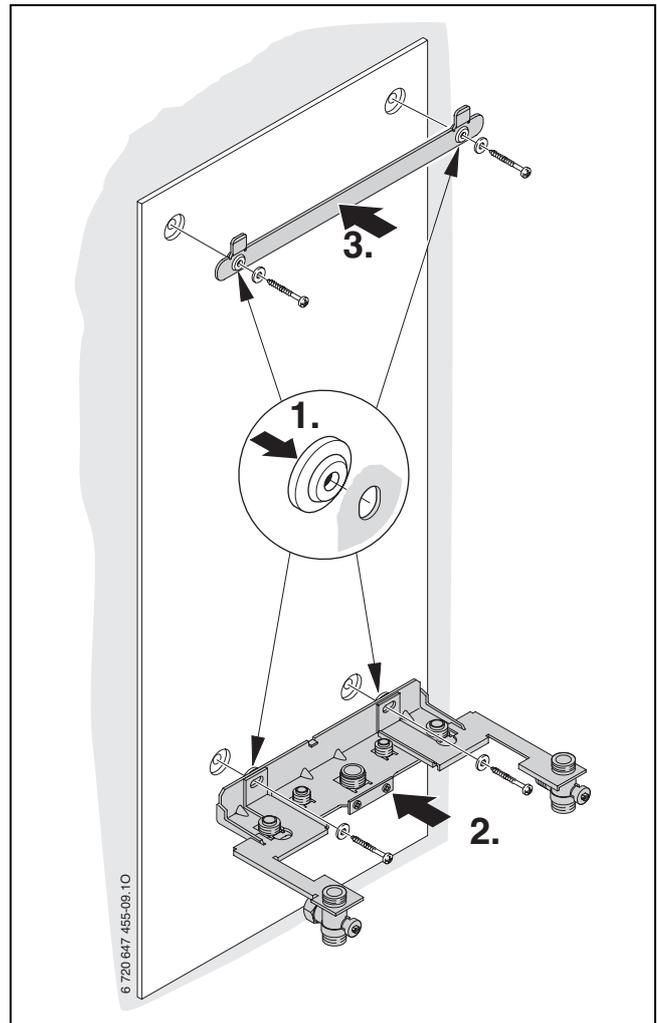

Fig. 10
- Inserire i giunti antivibranti premendoli nei fori di montaggio a parete della piastra di allacciamento e montaggio e della guida di fissaggio (→ fig. 10).